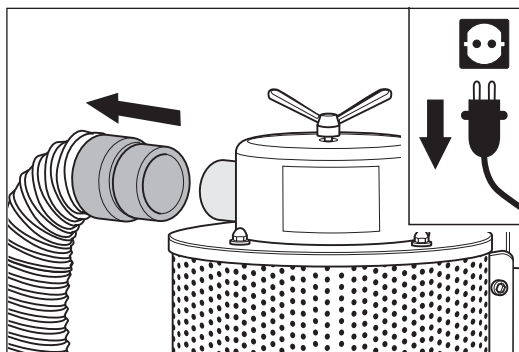

Abb. 57 Oben am Staubabscheider den Druckschlauch vom Rohrstutzen abziehen.
- 4 Ziehen Sie oben am Staubabscheider den Druckschlauch vom Rohrstutzen ab (Abb. 57).